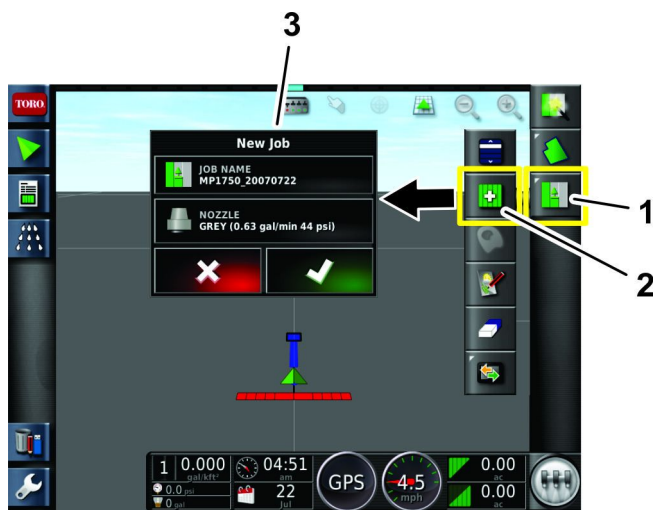

Figure 131
5. Appuyez sur l'icône du menu des tâches en haut à droite de l'écran (Figure 131).
6. Entrez un nouveau nom pour la tâche ou conservez l'horodatage par défaut (Figure 131).